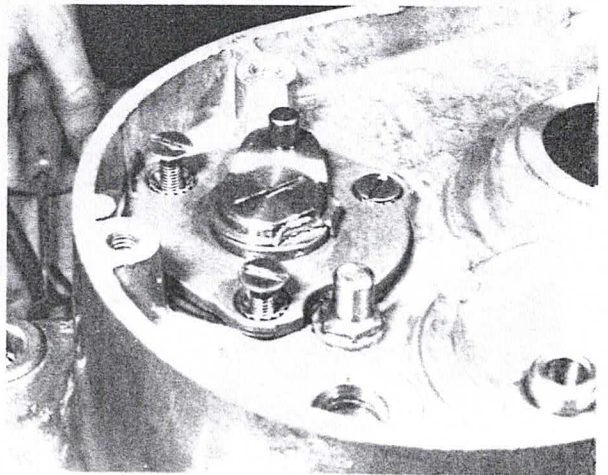

Bild 42
- Die Schaltwelle und die Rückholfeder aus dem Kurbelgehäuse-Seitendeckel ausbauen. Die drei Befestigungsschrauben des Klinkenmechanismus lösen und den Klinkenmechanismus vom Kurbelgehäuse ausbauen (Bild 42).